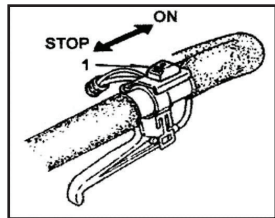

Рис.7
4. Остановка. Снизить скорость двигателя и переместить выключатель зажигания в положение остановки STOP . (Рис.7)